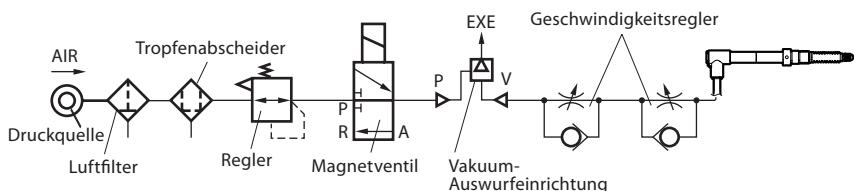

Abb. 1 Druckluftsystem
- Bei Einsatz einer Vakuum-Auswurfeinrichtung oder anderen Vorrichtung zur Betätigung des Fühlers durch die Lufteinlassöffnung verwenden Sie einen Druckluftkreis mit der in Abb. 1 gezeigten Konfiguration, um Luftantrieb zu ermöglichen. Der optimale Druck liegt bei 0,04 bis 0,067 MPa.
- Falls die Spindelausrückgeschwindigkeit zu hoch ist, kann bei Berührung des Werkstücks ein Fehler auf dem Display angezeigt werden. Ein übermäßig starker Stoß kann dazu führen, dass sich der Käfig im Inneren des Lagers löst, wodurch der Messbereich reduziert werden kann. Verwenden Sie in diesem Fall einen Durchflussmengenregler, wie in Abb. 1 gezeigt, um die Spindelgeschwindigkeit einzustellen.